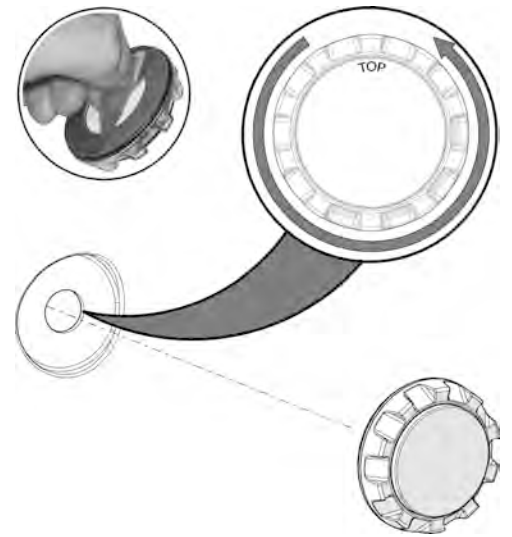

Abbildung 496. Entfernen Sie das Schutzband und drehen Sie die Beleuchtung/den Blinker bis der Text „TOP“ gerade nach oben weist.
2. Drehen Sie die Beleuchtung oder den Blinker, bis der Text TOP gerade nach oben weist. Positionieren Sie den Blinker auf der hinteren Abdeckung. Drücken Sie sie gegen die hintere Abdeckung, bis das Doppelklebeband auf der Abdeckung klebt. Siehe Abb. 496.